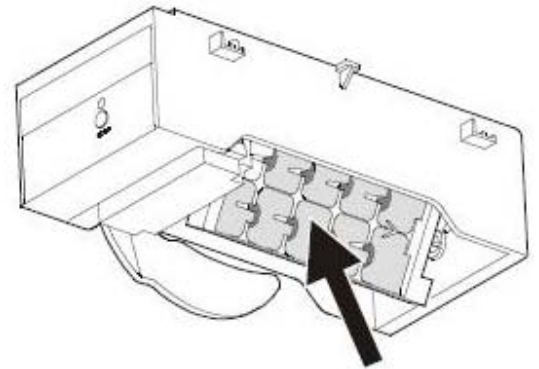

FIGURA 23
- Após a finalização deste processo a Bandeja de Formação de Cubos de Gelo (Figura 23) deverá ser esvaziada. Consulte o capítulo “Situação de Férias – IceMaker”, página 33.
Em casos de férias longas o compartimento de formação de cubos de gelo do *icemaker* deve ser esvaziado (Figura 23).